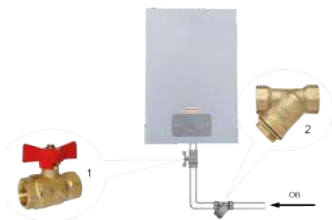

Рис. 17 Монтаж труб системы отопления
Для осуществления ТО электродота, перед присоединительными патрубками котла установить запорные краны, которые должны быть расположены так, чтобы их поворотные ручки были доступны (См. Рис. 17).
- Настоятельно рекомендуется на обратном трубопроводе СО, на входе теплоносителя в электродкотёл установить косою сетчатый фильтр для очистки ОВ от нежелательных примесей и отложений (См. Рис. 17). Рекомендуется устанавливать фильтр с сеткой (фильтрующим элементом), у которой размеры ячеек 300-500 микрон.